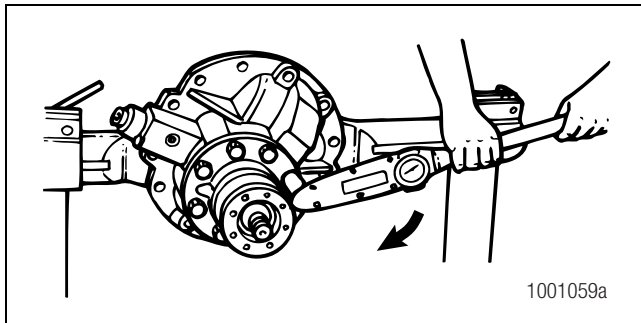

Figura 5.24
6. Instale la jaula del cojinete con los tornillos prisioneros y arandelas al portadiferencial. Apriete los tornillos prisioneros al valor de torsión correcto. Figura 5.24. Consulte la Sección 8.